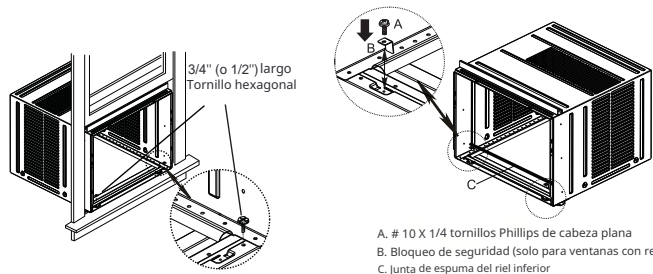
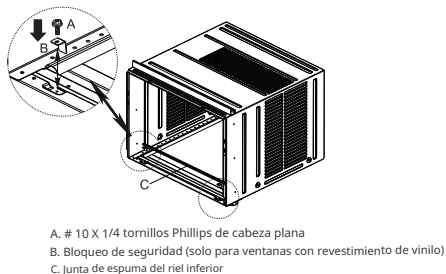

Fig. 13
Fig. 13B
4. Para ventana de madera: Fije el mueble al borde interior de la ventana con dos tornillos en los agujeros (Fig.13) (Puede que desee hacer agujeros piloto previamente). Para ventana con revestimiento de vinilo: Coloque dos bloqueos de seguridad en los agujeros ubicados en la parte inferior del mueble y conduzca dos tornillos de cabeza Phillips de 1/4" #10X1/4" a través de los bloqueos de seguridad en el mueble como se muestra (Fig.13B).